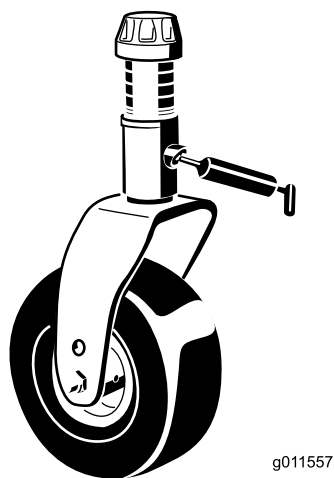

Figura 80
- Dois casquilhos de eixo da forquilha da roda giratória (Figura 80)